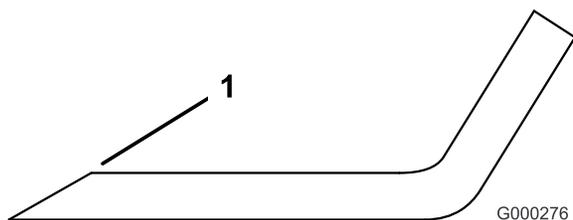

Figura 84
3. Examine as partes cortantes de todas as lâminas. Afie as extremidades de corte se estas apresentarem sinais de desgaste ou ranhuras. Afie apenas a zona superior da parte cortante e mantenha o ângulo de corte original para garantir um desempenho eficaz da lâmina (Figura 84). A lâmina mantém o equilíbrio se for retirada a mesma quantidade de metal de ambas as partes cortantes.